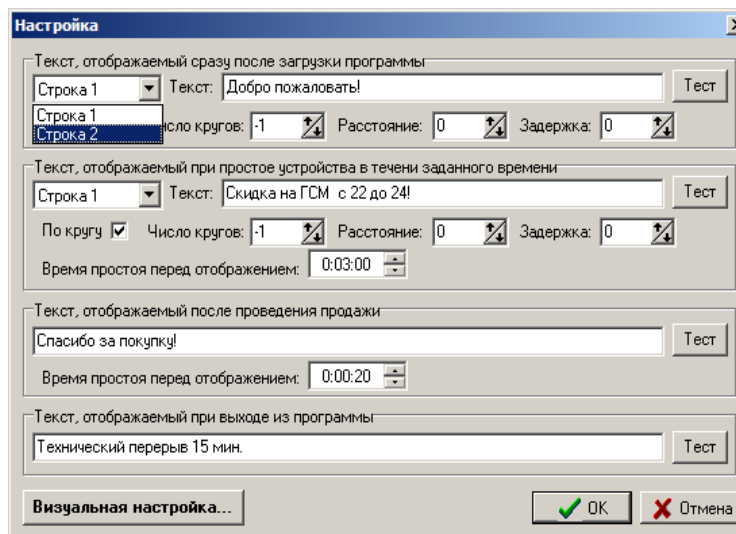

Рис. 61
Рис.61а
3. Запустите АЗС-Сервер, в меню Настройка\Дисплей покупателя (рис.61б)\Визуальная настройка (рис.61в) задайте следующие настройки:
- Нажмите кнопку «Дополнительно» и в открывшемся окне задайте параметры как на рис.61г. (для отображения на дисплее текста на русском языке) и нажмите «Заккрыть»
- В окне рис.61в нажмите кнопку «Тест», кнопку «Применить» далее кнопку «Ok»
Рис.61б
Рис.61в
Рис.61г
Внимание. После каждого выключения ЭВМ (или дисплея покупателя с ЭВМ) необходимо в меню *Настройка\Дисплей покупателя (рис.61б)\Визуальная настройка рис.61в* нажать кнопку «Применить», далее кнопку «Ок».